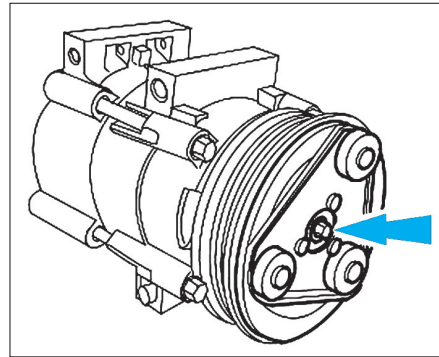

Fig. 12
• Déposer le plateau d'entraînement (Fig.12).